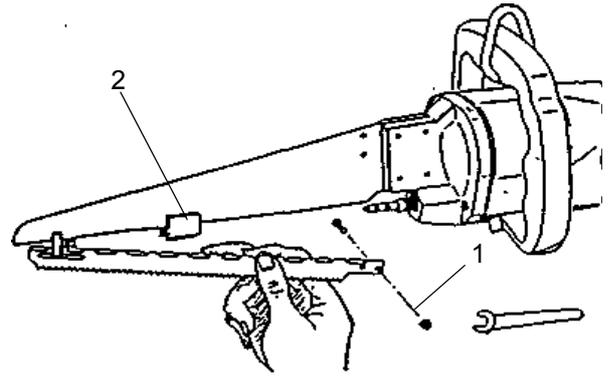

Abbildung 3: Sägeblattwechsel
- Sechskantmutter (1) abschrauben und Sägeblatt durch seitliches Schwenken von Hand aushängen. (siehe Abb. 3 )
- Sägeblatt wechseln und in umgekehrter Reihenfolge montieren, Sägeblattführung (2) mit Spezialfett 001 365 623 fetten.